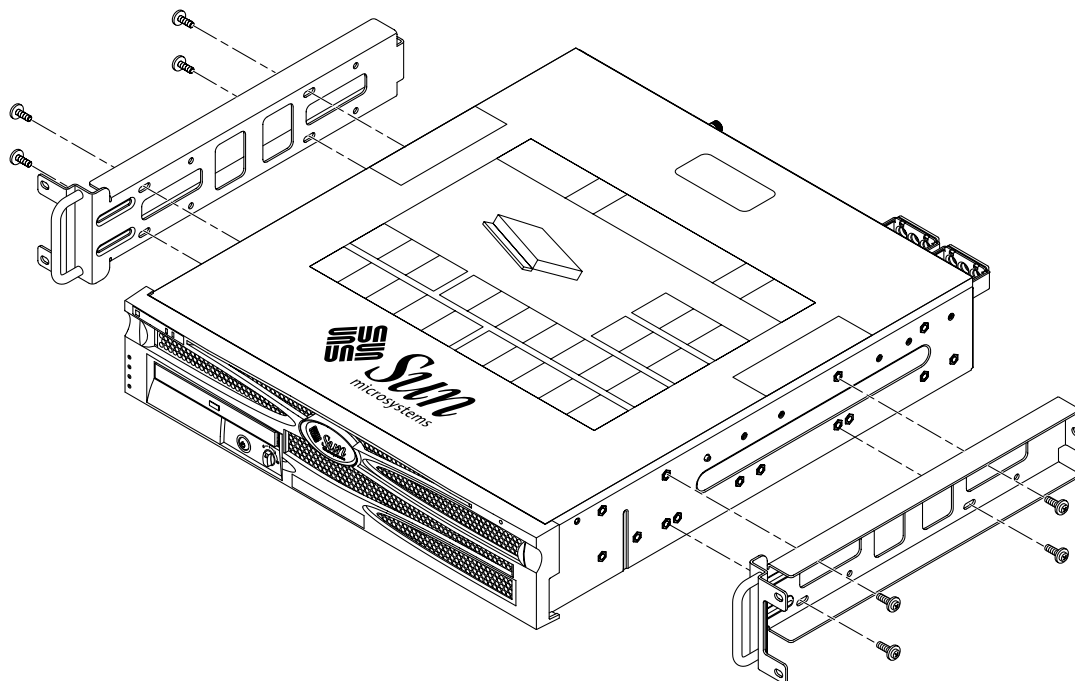

FIGURE 3-19 Fixation des rails latéraux sur le serveur
10. À l'aide de huit des vis SEM M5 × 10 (quatre pour chaque rail latéral), fixez les rails latéraux de part et d'autre du serveur (FIGURE 3-19).